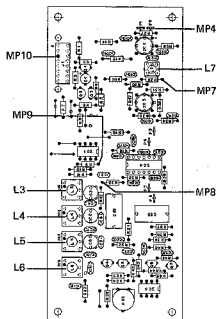

Fig. 4.5
- Reliez le voltmètre HF au point de mesure MP7 (R29, IC3 broche 1, 1.726.750, fig. 4.5) et alignez L7 au maximum de tension (env. 400mV).
- Raccordez le voltmètre BF au point de mesure MP9 (J1 broche 2, 1.726.750, fig. 4.5).
- Mettez l'appareil hors tension et retirez avec soin IC 4 de son socle. Raccordez le générateur et le fréquencemètre à MP8 (R20, fig. 4.5).